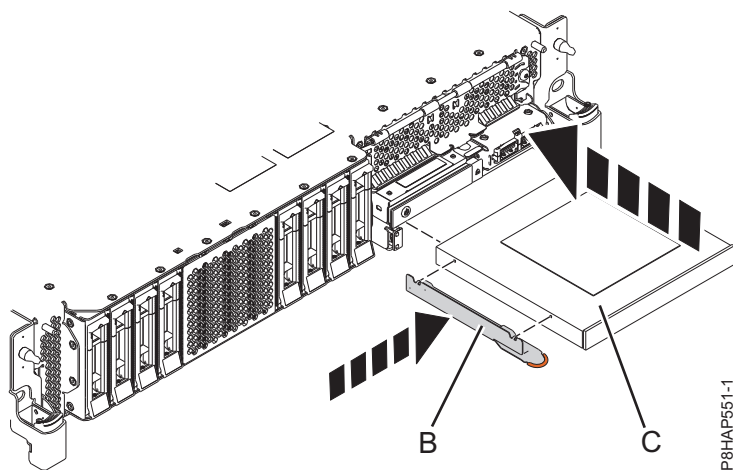
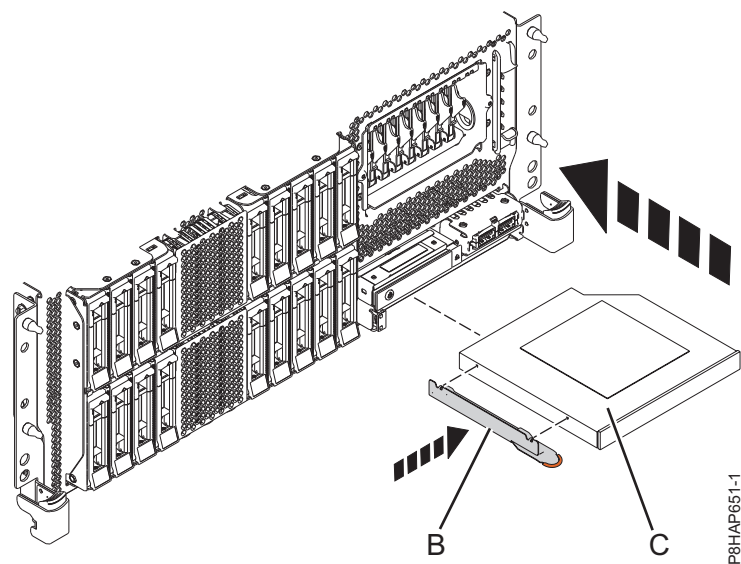
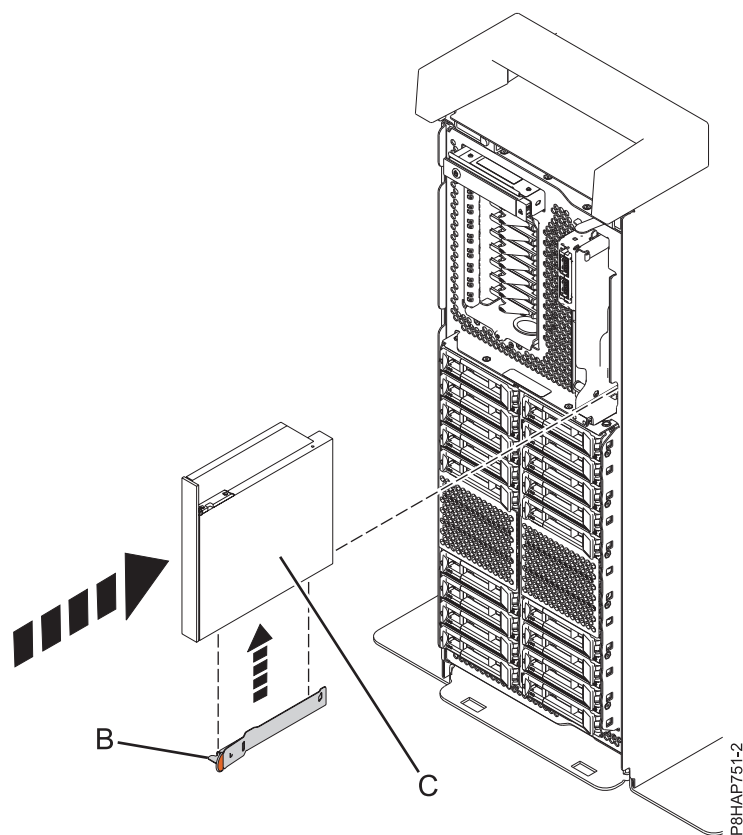

図 43. 8284-21A または 8284-22A システムにおけるスリムライン・メディア・デバイスの取り替え
図 44. ラック・マウント型 8286-41A または 8286-42A システムにおけるスリムライン・メディア・デバイスの取り替え
図 45. スタンドアロン型システムにおけるスリムライン・メディア・デバイスの取り替え
5. 障害のあるスリムライン・メディア・デバイスから取り外した保持ブラケット (B) を取り出します。
6. 8284-21A または 8284-22A システムについては 54 ページの図 43 を、ラック・マウント型 8286-41A または 8286-42A システムについては 55 ページの図 44 を、また、スタンドアロン型 8286-41A システムについては 55 ページの図 45 を参照してください。
7. スリムライン・メディア・デバイス (C) とスリムライン・メディア・ベイを位置合わせし、デバイスの底面を支えながら、スライドさせて半分だけシステム装置に挿入します。デバイスをそれ以上は押し込まないでください。それ以上押し込むと、デバイスが誤った順序で取り付けられる原因になります。
8284-21A または 8284-22A システムについては 図 43 を、ラック・マウント型 8286-41A または 8286-42A システムについては 55 ページの図 44 を、また、スタンドアロン型 8286-41A システムについては 55 ページの図 45 を参照してください。